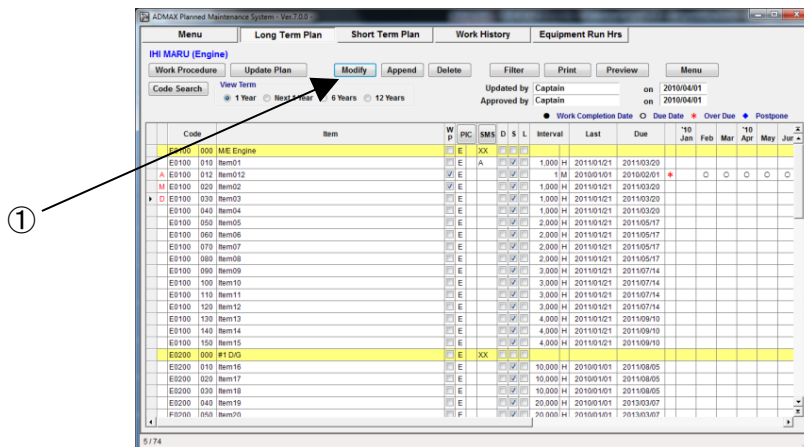

図 10-11 Original Plan 画面
1. “Original Plan”画面(図 10-11)上で、[Modify] ボタンをクリックします。